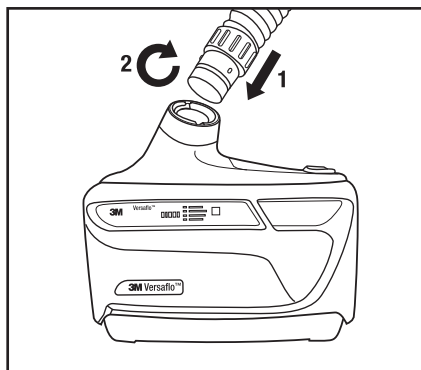

Fig. 10 – Installation du tuyau de respiration
1. Insérer l'extrémité du tuyau de respiration muni du dispositif de verrouillage à baïonnette (deux petites broches) dans les deux fentes parallèles de la sortie d'air du souffleur à moteur (Fig. 10).